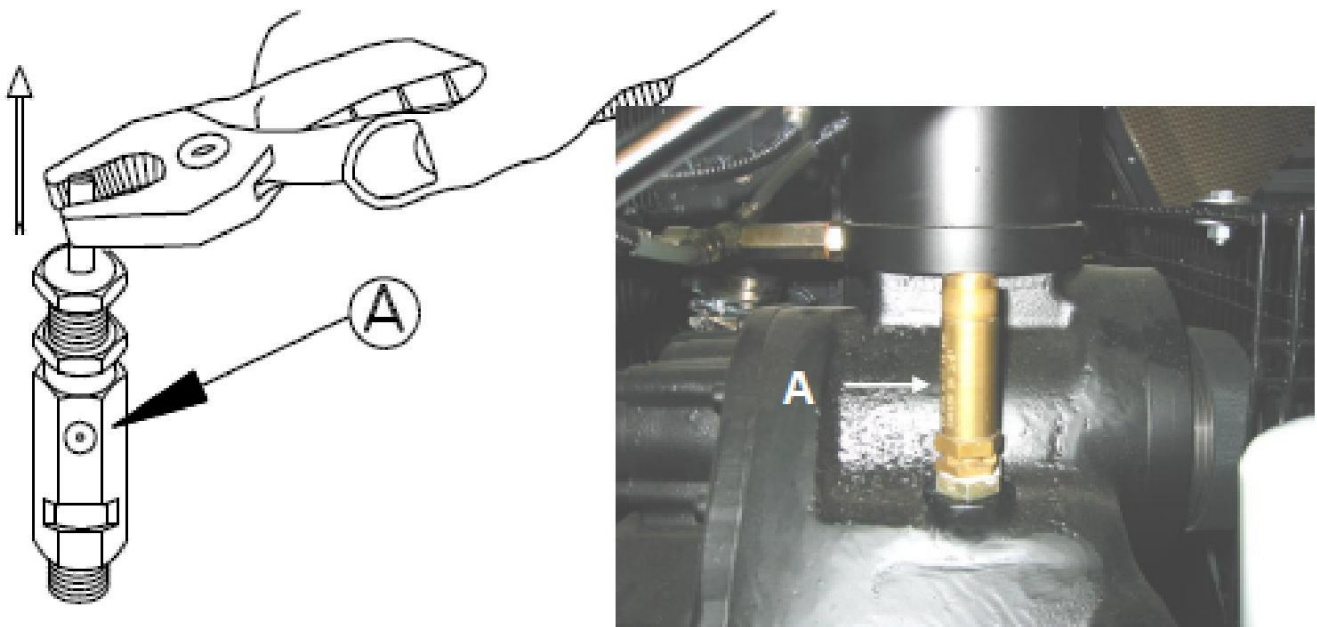

FIG. 15
-- 8.4) VERIFICARE SUPAPĂ DE SIGURANȚĂ (Fig. 15) --